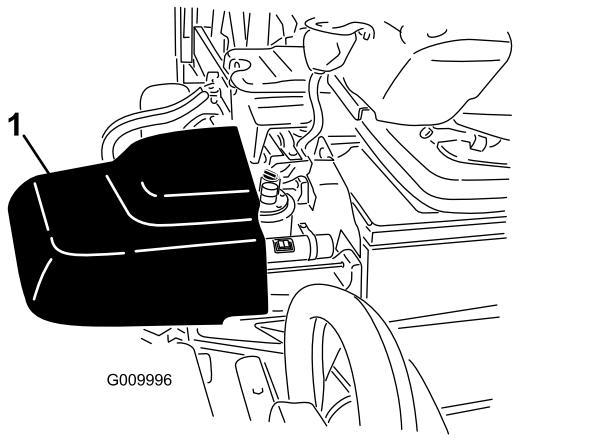

図 16
2. タンクのカバーの外側の端をかるく持ち上げて引き出すと油圧タンクのシュラウドの下から補給管とキャップが現れる図 16。